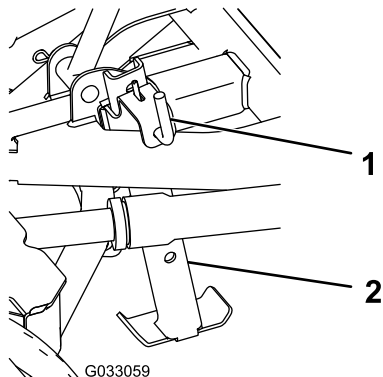

Bild 2
2. Ziehen Sie am Federstift des Ständers, um ihn zu lösen, und senken Sie den Ständer ab (Bild 2).